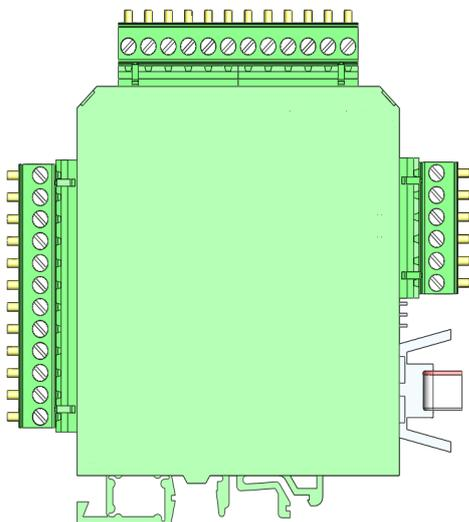

Abb. 3:
- ▶ Den Pfad „EXTRAS / KONFIGURAT. ANALOGAUSGÄNGE“ öffnen (Abb.3).